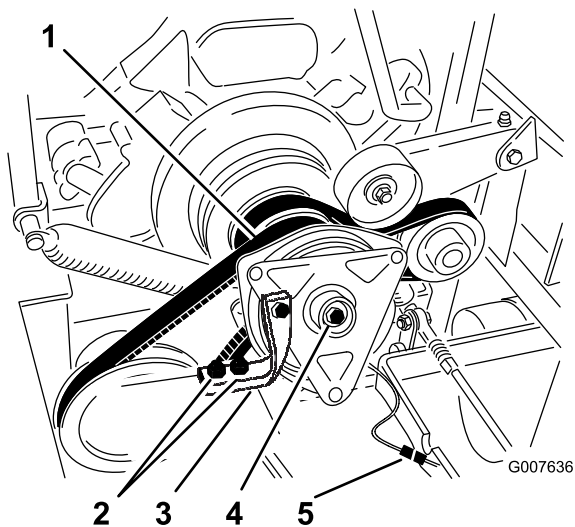

Figure 52
6. Débranchez la connexion électrique de l'embrayage (Figure 52).
7. Déposez les deux boulons qui fixent la barrette d'embrayage en caoutchouc au châssis du plateau de coupe (Figure 52).
8. Déposez le boulon central de fixation de l'embrayage à l'arbre du moteur, et déposez l'embrayage et la clavette (Figure 52).
15. Tout en maintenant le vilebrequin à l'arrière de la machine, posez le boulon central et serrez-le à 68 Nm (50 pi-lb) (Figure 52).
16. Fixez la barrette caoutchouc de l'embrayage sur le châssis du plateau de coupe au moyen des deux boulons et écrous retirés précédemment (Figure 52).
18. Branchez la connexion électrique de l'embrayage (Figure 52).